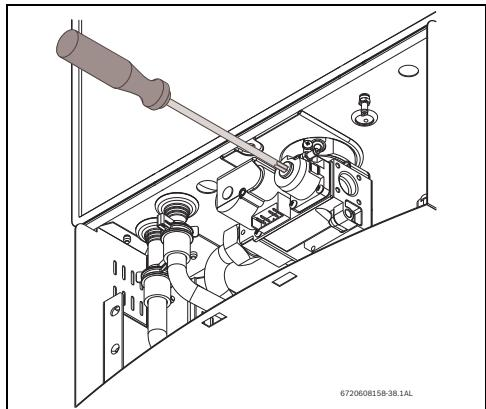

Рис. 53 Регулировка уровня Р2 CO₂
- ▶ Установите на место защитную утопленную крышку, Рис. 53 .